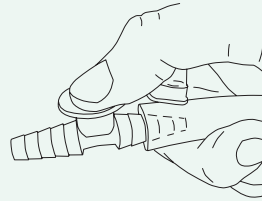

Abb. 21
2. Halten Sie die Öffnung des Absaugschlauchs (Abb. 2(J)) und des Fingertips (Abb. 21) zu.